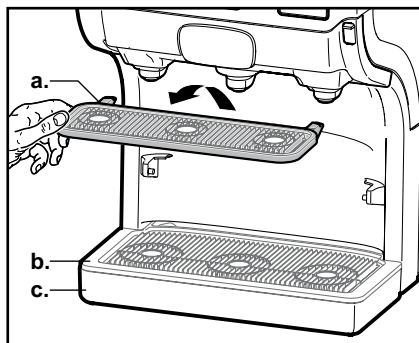

Fig. 27
2. Fjern kopbakken (a.), drypristen (b.) og drypbakken (c.). (fig. 27).